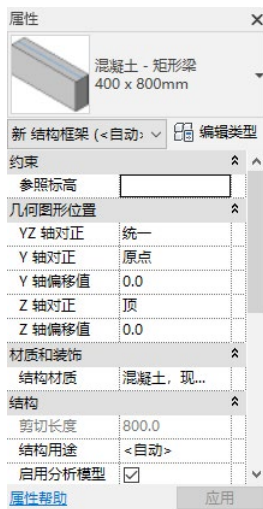

图 6-3 混凝土梁的“属性”选项板
(5) 混凝土梁的“属性”选项板如图 6-3 所示。在 Revit 中提供了不同属性的梁，其属性参数也稍有不同。